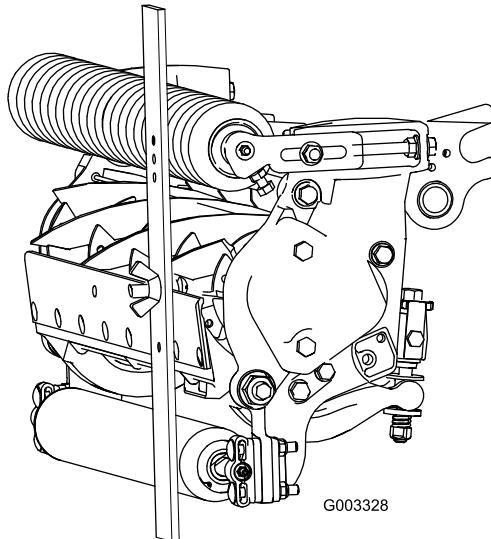

Figura 21
- Prenda cabeça do parafuso à extremidade cortante da lâmina de corte e apoie a extremidade traseira da barra no rolo traseiro (Figura 21).
- Rode o parafuso de ajuste até que o rolo entre em contacto com a dianteira da barra indicadora (Figura 21). Ajuste ambas as extremidades do rolo até que todo o rolo esteja paralelo à lâmina de corte.